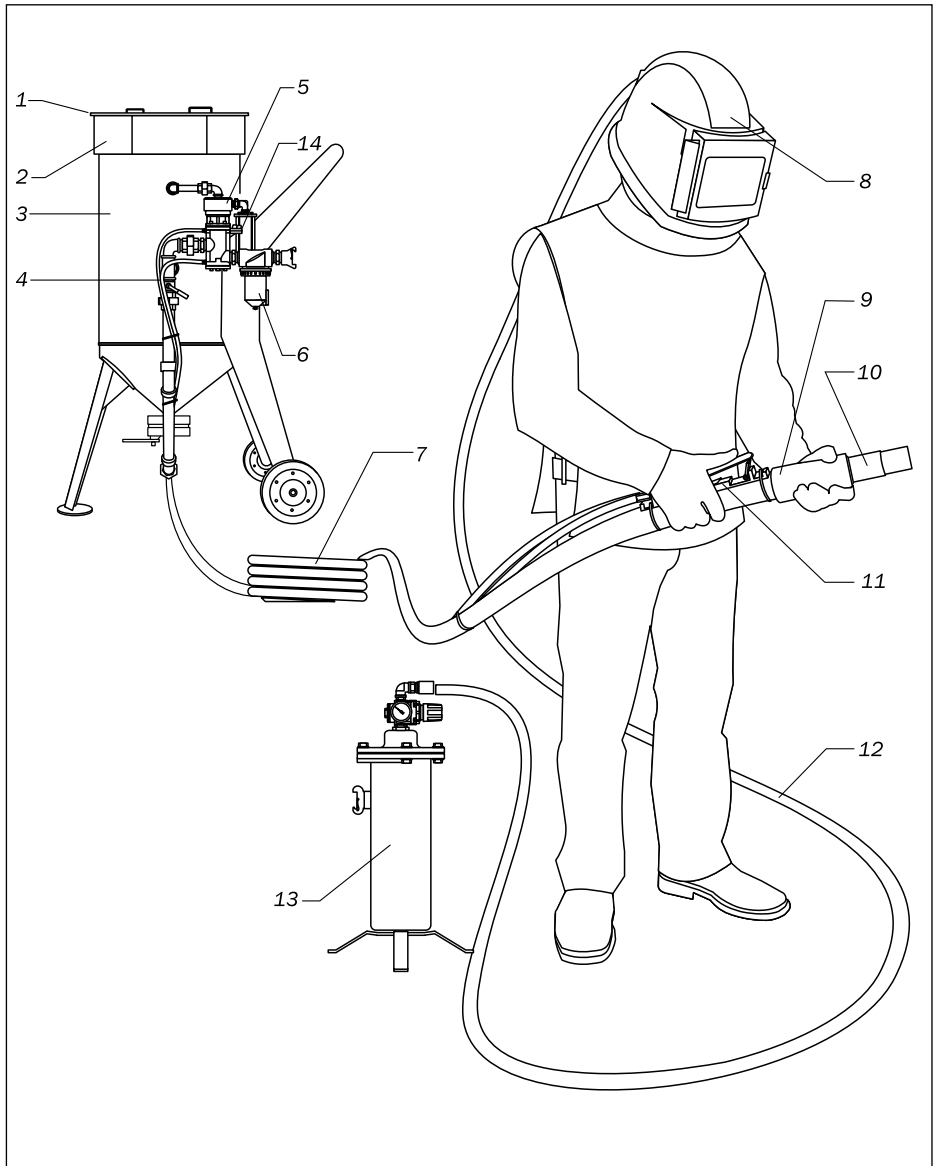

Рис. 2.1
### ◀ Рис. 2.1.
10. Открыть предохранительный шаровый кран 14 (рис. 2.1).
**ВО ВРЕМЯ ПЕРЕРЫВА В РАБОТЕ ВСЕГДА ОТКРЫВАЙТЕ ПРЕДОХРАНИТЕЛЬНЫЙ ШАРОВЫЙ КРАН 14 (рис. 2.1) НА БЛОКЕ ДУ (НАПРОТИВ СИНЕЙ МАГИСТРАЛИ СДВОЕННОГО РУКАВА TWINLINE).**